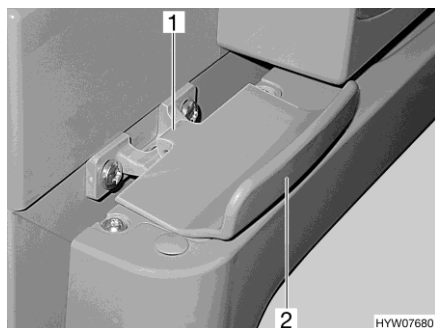

Fig. 150 Bloqueo de la puerta del frigorífico, cerrado (Thetford)
- Abrir la puerta del frigorífico con el tirador (Fig. 150,2). El bloqueo (Fig. 150,1) se desbloquea automáticamente.